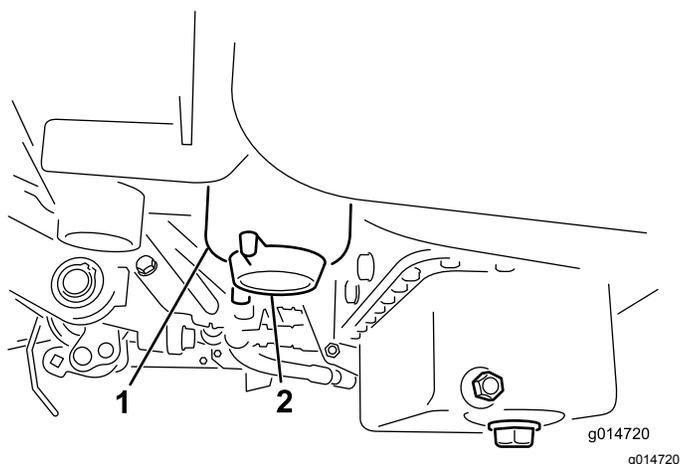

Рисунок 36
2. Очистите область крепления стакана фильтра (Рисунок 36).
4. Откройте сливную пробку фильтра (Рисунок 36).